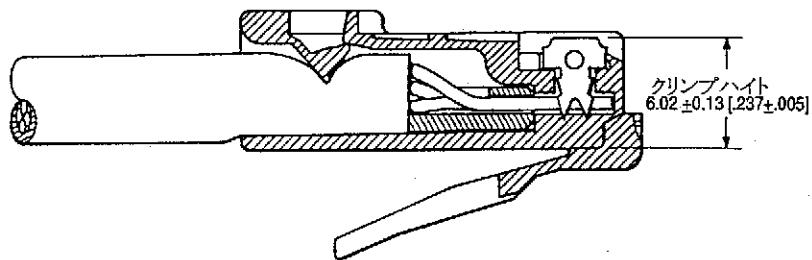

図9
B. クリップハイトはFCC規則、部門68、サブパートFに基いて $6.02 \pm 0.13$ [.237±.005]で、図9に示した位置で測定する。